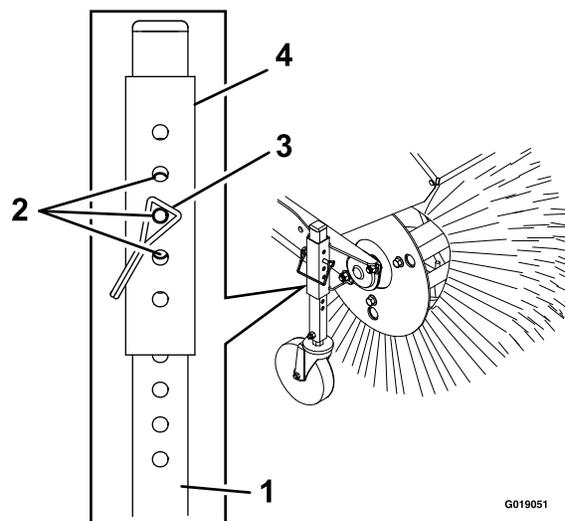

Figura 17
5. Para ajustar la altura del cepillo, retire y guarde el pasador del tubo de ajuste y de la barra de la rueda giratoria (Figura 17).
7. Para ajustes finos, mueva el tubo de ajuste un taladro hacia arriba o hacia abajo sobre la barra de la rueda giratoria para ajustar la altura del cepillo en incrementos de 3 mm (1/8 pulgada) (Figura 17). Repita los pasos 5 a 7 en la otra rueda giratoria.